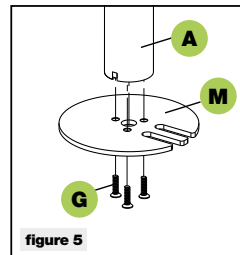

figure 5
2. Install the grommet base plate (m) to the pole (a) using 3pcs M5x14 bolts (g) and tighten using the Allen key (o), see figure 5.
2. Die Lochplatte (m) mit den 3 Schrauben 5x14 (g) am Rohr (a) befestigen und mit dem Inbusschlüssel (o) festziehen, wie in Abbildung 5 gezeigt.
2. Monter la base à anneau (m) sur le tube (a) en utilisant 3 vis M5x14 (g) puis les serrer à l'aide de la clé Allen (o), conformément à la figure 5.
2. Instalar la base de anillo (m) en el tubo (a) usando 3 tornillos M5x14 (g) y apretarlos con la llave Allen (o), como en la ilustración 5.
2. Zamontować podstawę pierścieniową (m) na rurze (a) za pomocą 3 śrub M5x14 (g) i dokręcić je kluczem imbusowym (o), jak na rys. 5.